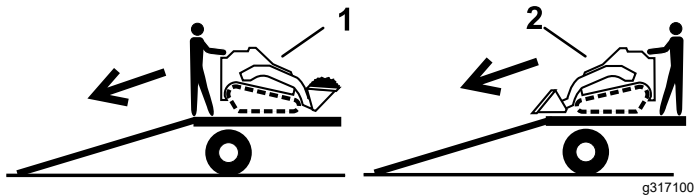

Figure 21
2. Placez toujours l'extrémité la plus lourde de la machine en haut de la rampe, la charge en bas, pour la descende de la remorque (Figure 21).